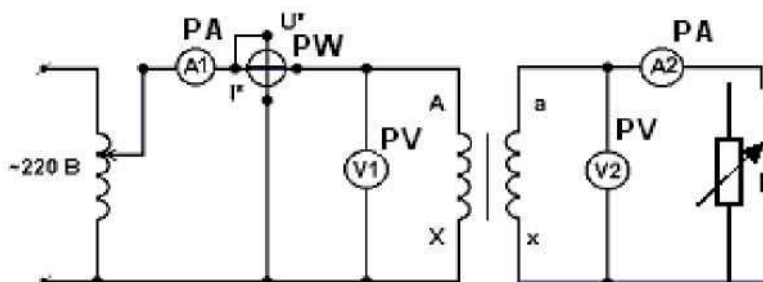

Рис.1. Схема исследования трансформатора
2. Собрать электрическую схему (рис.1).